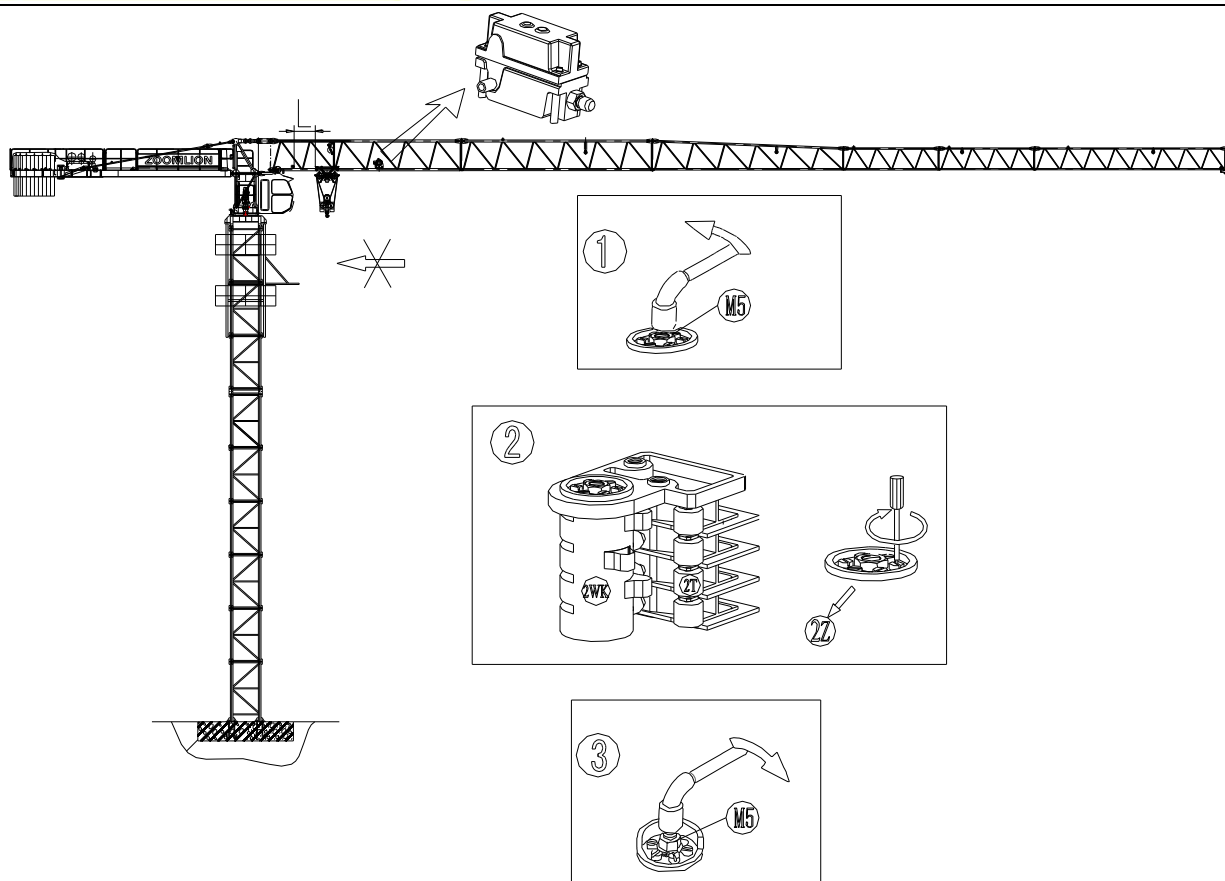

图 7.2-21 向内变幅限
- (1) 松开螺母 M5;
- (2) 载重小车以低速开至起重臂臂根缓冲器 200mm 处, 按程序调整(2Z)轴, 使凸轮 (2T)压下微动开关 (2WK), 使小车停止向内移动;
- (3) 拧紧螺母 M5, 见图 7.2-21。